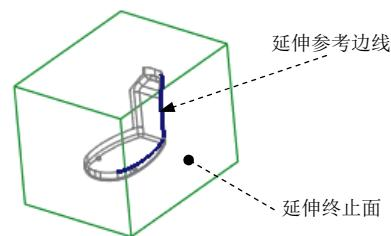

图 26.9 延伸参考边线
(1) 选取图 26.9 所示的复制曲面的边线（为了方便选取复制边线和创建延伸特征，遮蔽参考模型并取消遮蔽坯料）。
(2) 单击 **分型面** 功能选项卡 **编辑** ▾ 区域中的 **延伸** 按钮，此时出现 **延伸** 操控板。
(3) 选取延伸的终止面。在操控板中按下按钮 ，选取图 26.9 所示的坯料表面为延伸的终止面。
(4) 在 **延伸** 操控板中单击 按钮，完成延伸曲面 1 的创建。